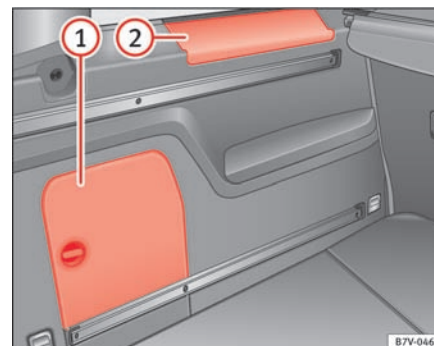

Fig. 113 I bagagerummet: opbevaringsrum i siden
I siden af bagagerummet er der yderligere opbevaringsrum ⇒ Fig. 113 ① og ②. For at åbne opbevaringsrummet ① skal du dreje snaplåsen med uret. For at åbne opbevaringsrummet ② skal du klappe afdækningen opad. ►